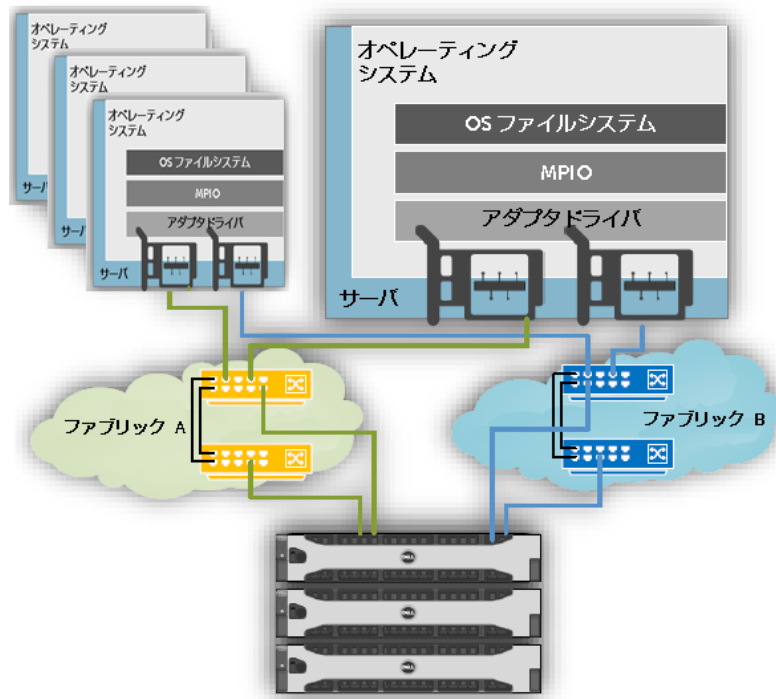

図 6. ファイバチャネル SAN
ファイバチャネル (FC) ネットワークとは、ホスト/サーバとストレージレイ間の相互接続用に特別設計された専用の高速ネットワークです。ファイバチャネルネットワーク「トポロジ」にはいくつかの種類があり、初期の FC 導入にはポイントツーポイントやアービトラリードメインなどが使用されてきましたが、現在最も一般的に使用されているトポロジはスイッチドファブリックであり、SC シリーズストレージレイもサポートしています。図 6 は 2 つのファブリックから形成される典型的な FC SAN アーキテクチャを示したもので、それぞれのファブリックに 2 台のスイッチが含まれます。